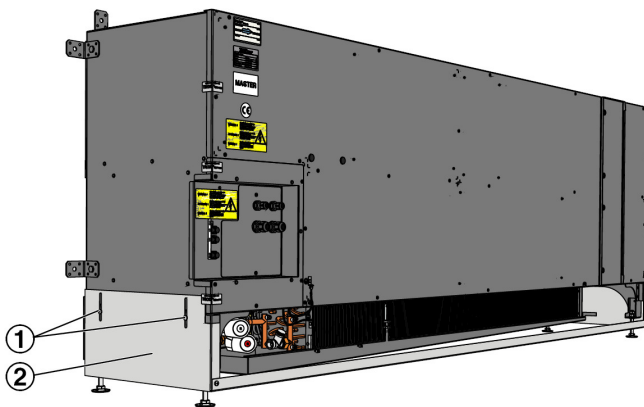

Abb. 10: Luftführungsstützen
4. ▶ An den Stirnseiten des Gerätes die vier Kreuzschlitzschrauben (Abb. 10/1) lösen und den Luftführungsstützen (Abb. 10/2) auf den Boden absenken. Anschließend die Schrauben wieder anziehen.